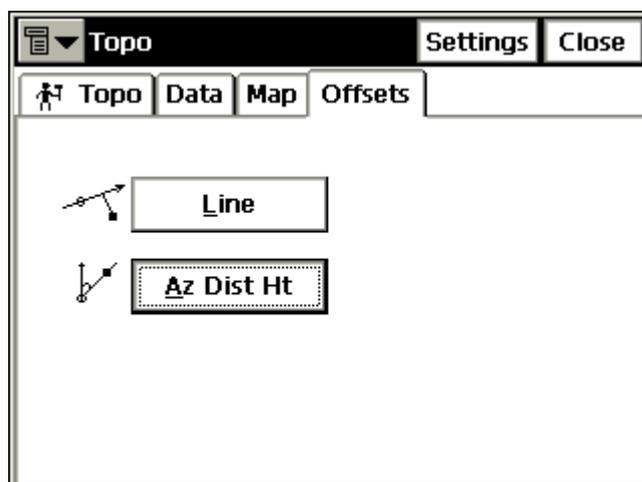

Рисунок 6-11. Топографическая съемка - Засечки
4. Если точка, которую необходимо снять, недоступна, задайте параметры промера - либо простой прямой промер, либо промер от линии. Выберите вкладку Offsets (Промеры) (рис. 6-11 на стр. 6-10).